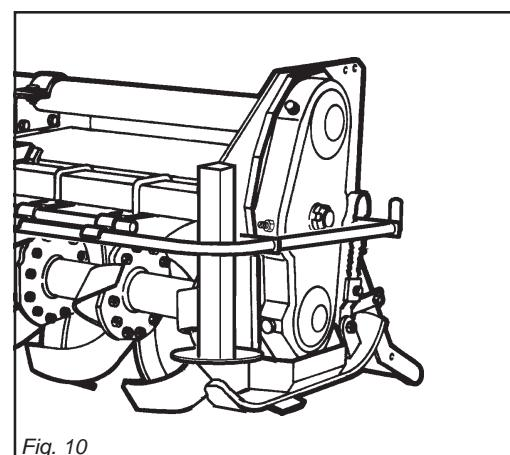

Fig. 10
5) Position the support foot as shown in the figure 10.
5) Positionnez le pied d'appui (voir Fig.10).
5) Den Stützfuß wie in Abb. 10 gezeigt anordnen.